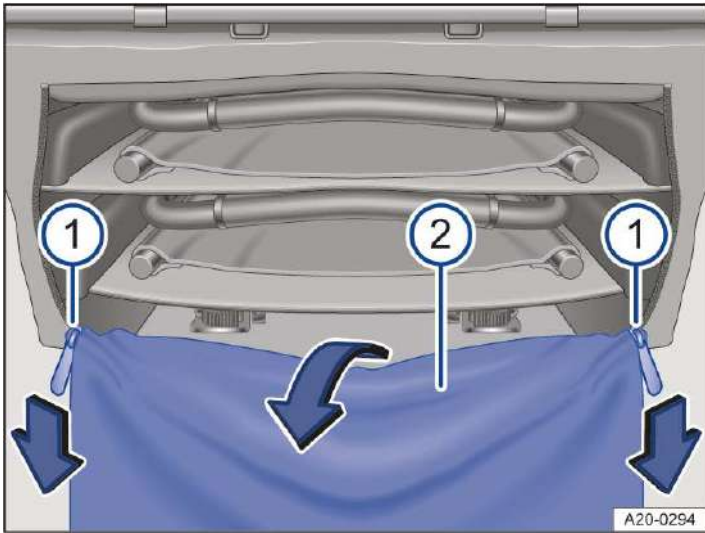

Abb. 1 Unter dem Bett: Stautasche öffnen und schließen.
- ① Campingstuhl.
- ② Campingtisch.
1. Reißverschlüsse → *Abb. 1* ① links und rechts an der Stautasche herunterziehen.
2. Gegebenenfalls Klettverschluss oben lösen und Klappe → *Abb. 1* (2) herunterklappen.